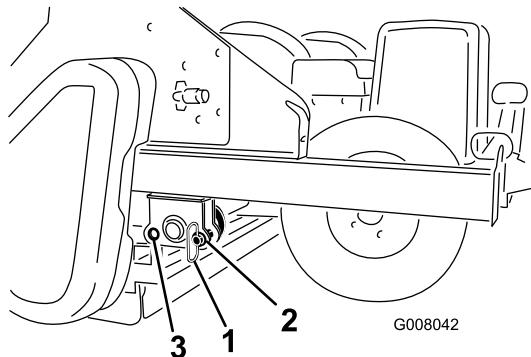

Bild 15
- Nehmen Sie die Einlagerungsstifte beim Betrieb aus dem vorderen Loch und stecken sie in das hintere Loch (Bild 15).